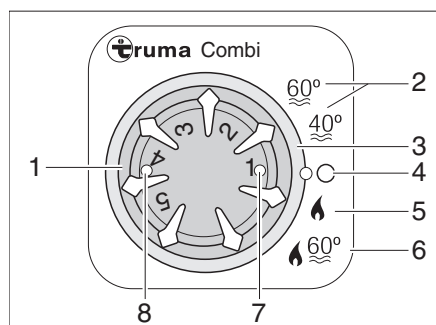

Bild 84 Bedieneinheit für Heizung/Boiler
Betriebsart wählen: ■ Betriebsart mit dem Drehschalter (Bild 84,3) einstellen.
Winterbetrieb Die Heizung wählt nach eingestellter Heizstufe selbstständig die benötigte Brennerstufe. Bei Betriebsart "Heizung und Boiler" (Bild 84,6) wird auch das Wasser im Boiler erhitzt. Die Heizung kann in der Betriebsart "Heizung ohne Boiler" (Bild 84,5) mit leerem Boiler betrieben werden.
■ Temperatordrehknopf (Bild 84,1) an der Bedieneinheit auf gewünschte Heizstufe stellen.
■ Drehschalter (Bild 84,3) auf Winterbetrieb "Heizung ohne Boiler" (Bild 84,5) oder auf Winterbetrieb "Heizung und Boiler" (Bild 84,6) stellen.
Grüne Kontroll-Leuchte (Bild 84,7) leuchtet.
Ausschalten: ■ Drehschalter (Bild 84,3) auf "O" (Bild 84,4) stellen.
Die Kombination Gasbetrieb und 230-V-Elektrobetrieb verkürzt die Aufheizzeit (nur möglich, wenn die Heizung an der Bedieneinheit (Bild 84) auf Winterbetrieb gestellt ist).